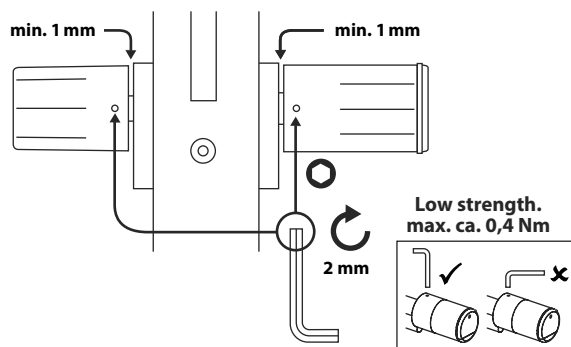

Fig. 6
- ⑥ Riavvitare gli spinotti filettati nelle due manopole (Fig. 6).